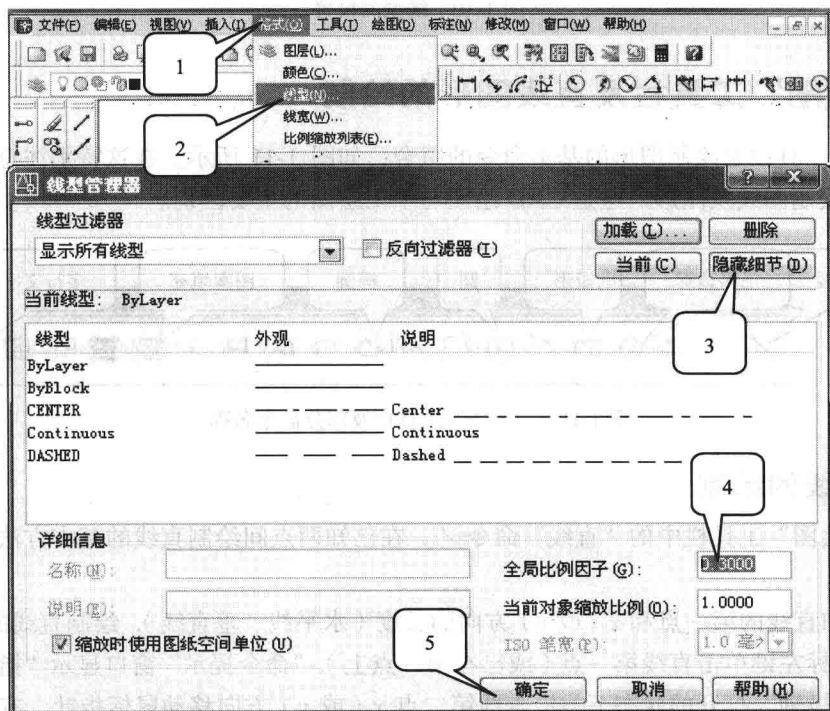

图 1-9 线型的设置
(1) 图线的线型设置。绘制图形的大小不同,需要的线型“全局比例因子”(虚线短画长度)不同,通过设置线型比例,使图线达到制图标准。设置线型的步骤如图 1-9 所示。
① 调出“图线管理器”。选择“菜单栏”中的“格式”/“线型”,弹出“图线管理器”窗口。
② 设置线型系数。在“线型管理器”中，选择“线型过滤器”中的“显示所有线型”；单击“隐藏细节”按钮，调整“全局比例因子”为 0.3~0.4（根据机械图的尺寸），单击“确定”按钮完成线型的设置。